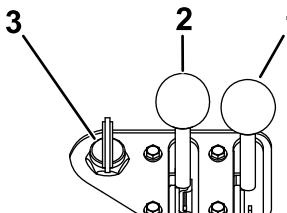

図 19
- スロットルレバーを低速と高速の中間位置にセットする図 19。
- チョークレバーを ON 位置とする図 19。
- キーを ON 位置に回す(図 19)。エンジンが始動したら、キーから手を離してください。
- チョークレバーを徐々に OFF 位置へ戻す図 19。それでエンジンの回転が悪くなるようであれば、チョークを元に戻してエンジンが温まるのを待つ。
- コーラーエンジン搭載機では、キーを ON 位置に回す図 19。エンジンが始動したら、キーから手を離してください。
- スロットルレバーを希望位置にセットする図 19。
- スロットルレバーを 低速位置に動かす図 19。